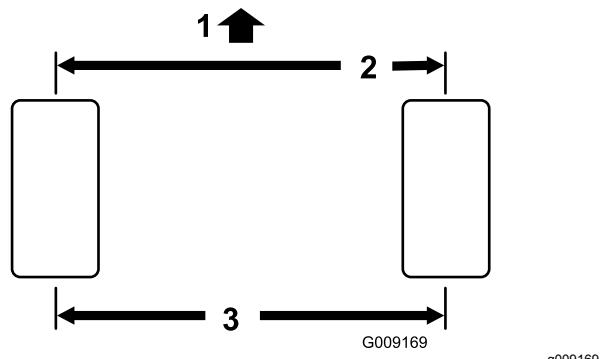

Bild 73
**Hinweis:** Der Wert für vorne darf höchstens 3 mm kleiner sein als der Wert für hinten (Bild 73).